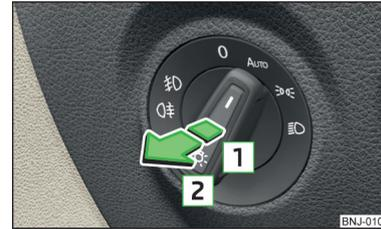

Abb. 43
- ✓ Der Lichtschalter befindet sich in der Stellung **AUTO**, »« oder »D » Abb. 43.